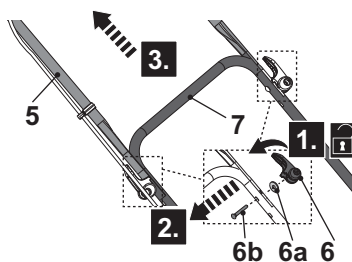

Fig 11
1. Segure a barra superior da pega (5) com uma mão.
2. Solte as alavancas de pinça (6) no sentido anti-horário (Fig. 11, passo 1) de ambos os lados da barra inferior da pega (5), depois retire a alavanca de pinça (6), a anilha (6a) e o parafuso de montagem (6b) depois (Fig. 11, passo 2).
3. Escolher e alinhar o outro orifício de montagem na barra inferior da pega (7) com o orifício de montagem das barras superiores da pega (5) (Fig. 11, passo 3).